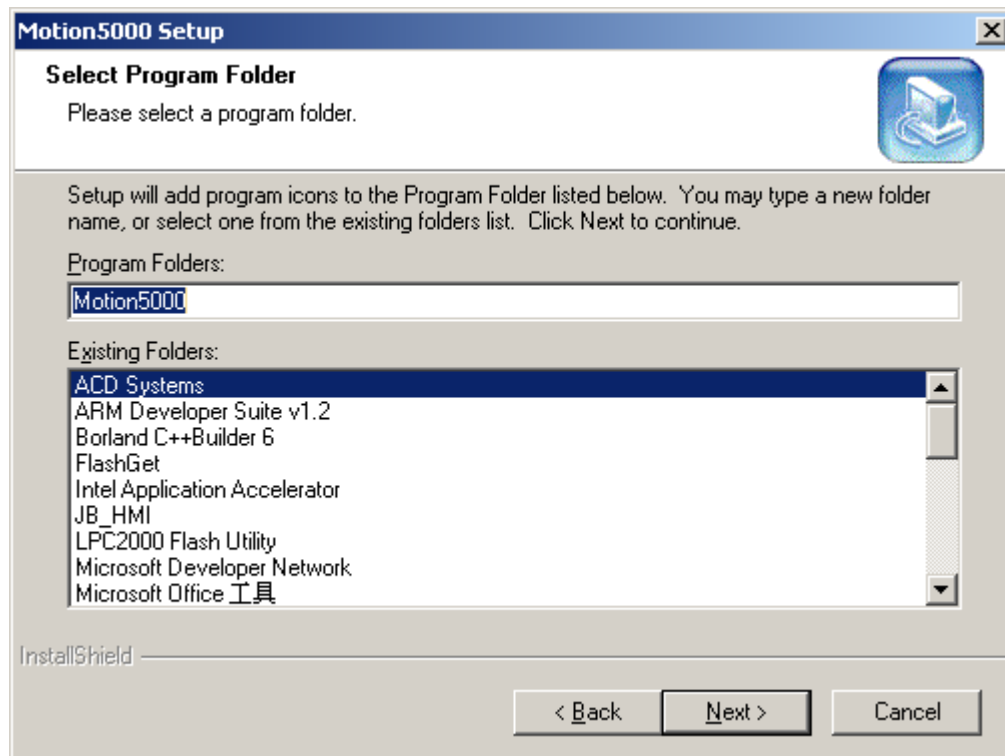

图 6-6 选择安装文件夹
6. 填写新建安装文件夹名字后，单击 Next 按钮，然后按提示继续安装，如图 6-6 所示；